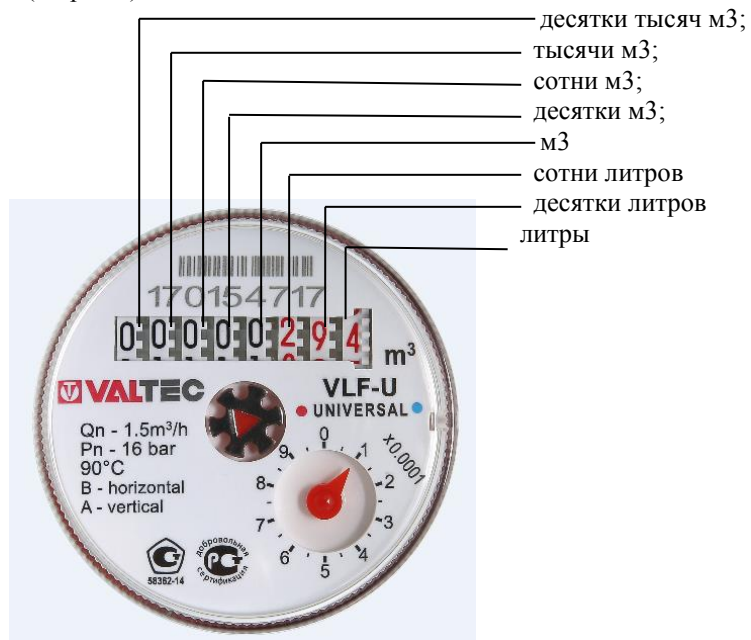

Рисунок 2. Табло счетчика
6.1. Показания прибора считываются в прямоугольных окошках табло (см. рис.2):